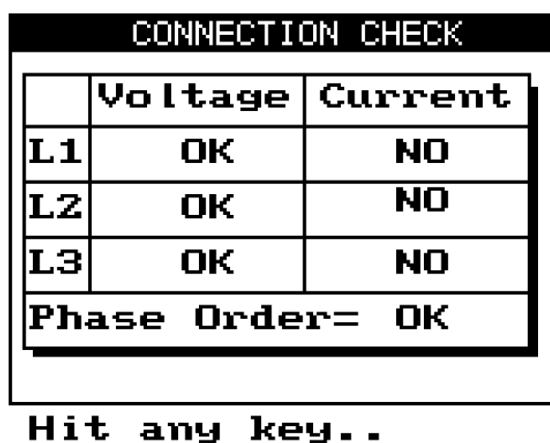

Рис. 4.8
2. Нажмите «Enter». На дисплее появится экран проверки подключения (рис. 4.8):